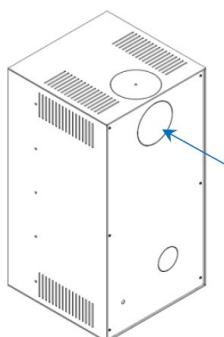

Bild 6
- 1- Lösen Sie die Rückwand des Geräts, indem Sie die 6 Schrauben herausschrauben (Bild 6). Heben Sie dann die Rückwand an und nehmen Sie sie heraus.